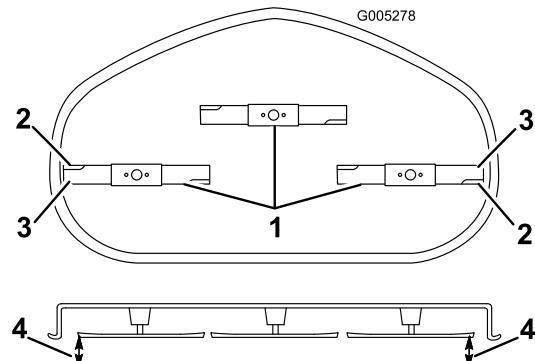

Figura 40
- Gire cuidadosamente la(s) cuchilla(s) colocándola(s) perpendicularmente al sentido de avance de la máquina (Figura 40). Mida entre los bordes de corte exteriores y la superficie plana (Figura 40). Si hay una diferencia de más de 5 mm entre ambas dimensiones, se requiere un ajuste; siga con este procedimiento.
- Mida entre los bordes de corte exteriores y la superficie plana (Figura 40). Si hay una diferencia de más de 5 mm entre ambas dimensiones, se requiere un ajuste; siga con este procedimiento.